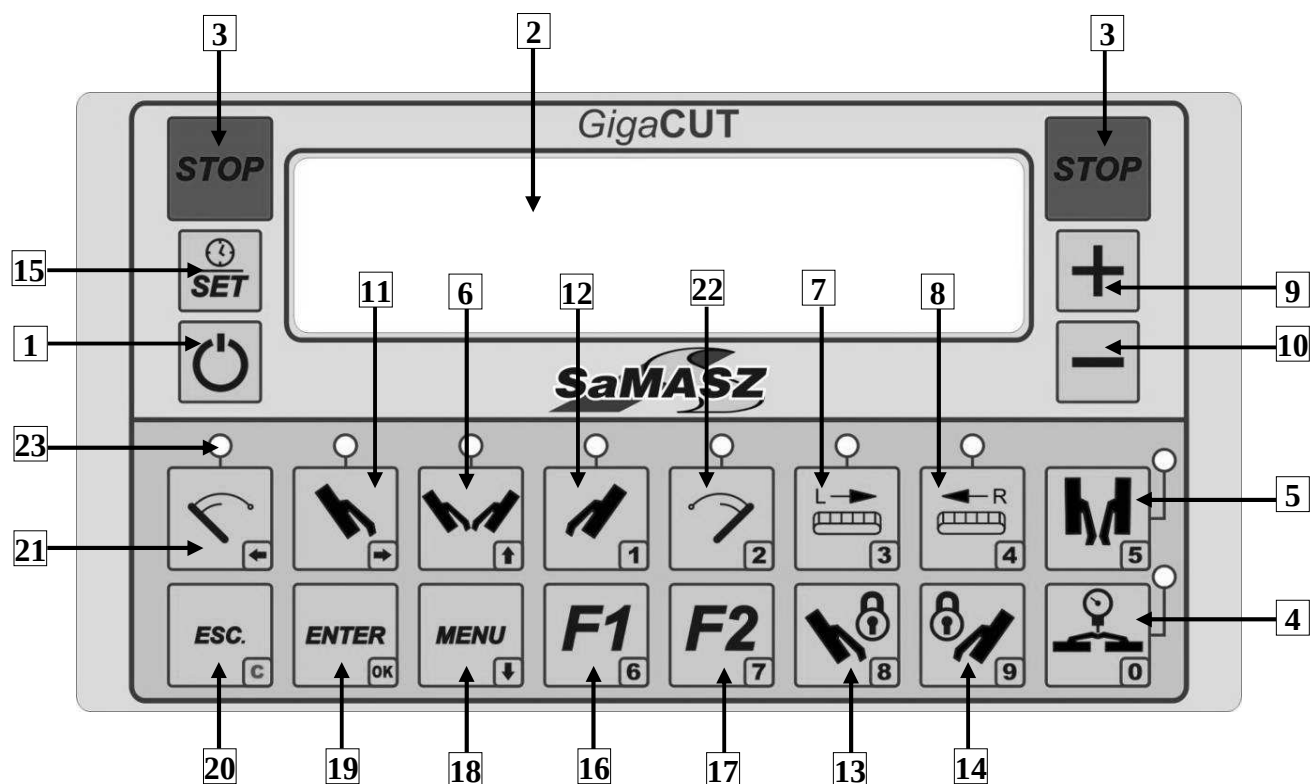

Рис. 19. Панель управления – описание функций
Управление косилкой совершается при помощи одной гидравлической секции трактора и панели управления, находящейся в салоне трактора. Оператор при помощи переключателей на рабочем столе выбирает действие, которое хочет совершить с помощью гидравлики трактора. Для того, чтобы включить управление следует нажать переключатель питания (Рис. 19а) и нажать кнопку (1)  (Рис. 19). Включение данной кнопки сигнализируется при помощи диода, находящегося над кнопкой.
Рис. 19а. Ящик управляемый
Для установки косилки в транспортную позицию на поворотах надо нажать кнопку (1)  на панели управления (Рис. 19).
Для того, чтобы включить вращение транспортерной ленты и запустить левый транспортер (L) надо нажать кнопку (7) , которая сигнализируется зажженным диодом. Аналогично, нажав кнопку (8) , которая сигнализируется зажженным диодом, находящимся над кнопкой, произойдет запуск правого транспортера (R). Выключение транспортеров реализуется путем повторного нажатия кнопок, которые активируют работу транспортеров (Рис. 19).